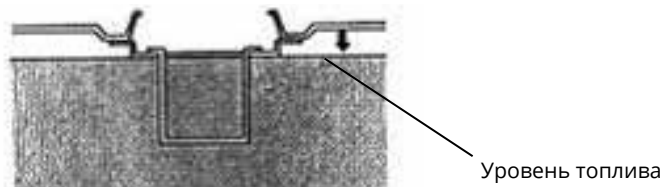

Рис. 2
2. При необходимости долейте топливо в бензобак до нужного уровня, как показано на схеме (**рис. 2**).